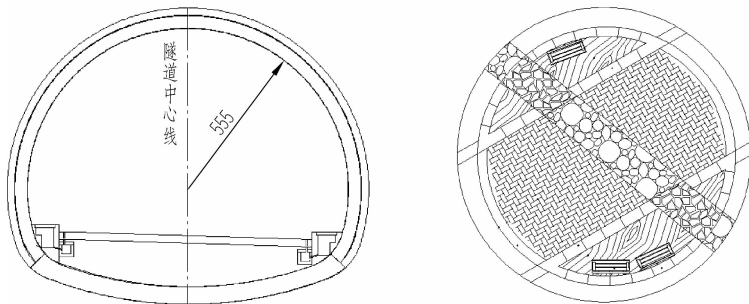
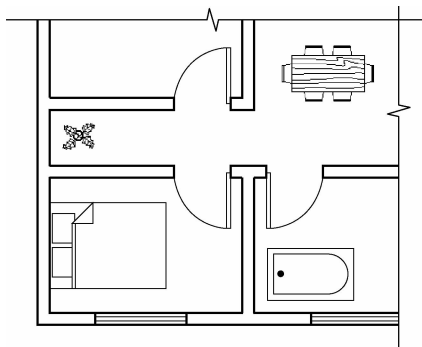

图 2-23 隧道施工图中圆弧及园林平面图中圆的使用
图 2-24 房屋平面图中圆弧的使用
(2) 在建筑图形中圆弧使用得较少，隧道洞门的衬砌使用圆弧较多，园林平面图中使用圆较多，如图 2-23 所示；在房屋平面图中绘制门使用圆弧较多，如图 2-24 所示。